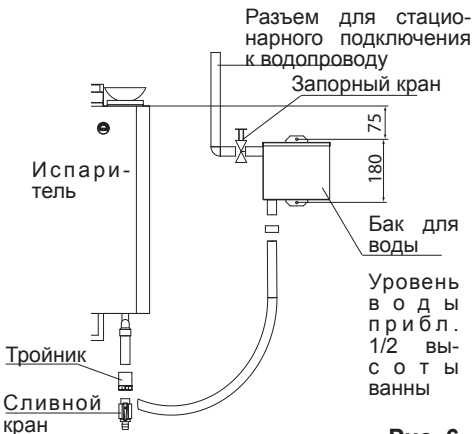

Рис. 6
- Просверлите крепежные отверстия диаметром 3,4 мм в соответствии с размерами на рис. 6
- Выполните соединение бака для воды с испарителем согл. рис. 2 и рис. 6. Вместо заглушки (2) (рис. 2) прикрутите сливной кран.